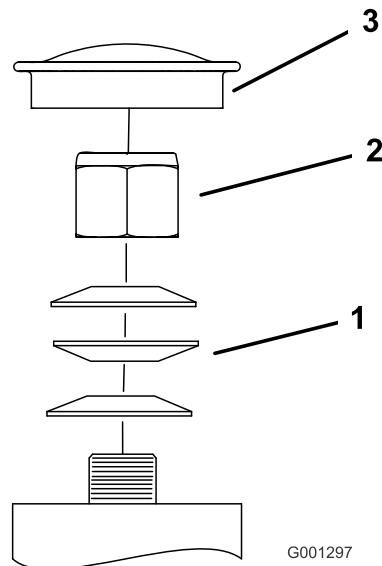

Figura 65
3. Retire el tapón guardapolvo de la rueda giratoria y apriete la contratuerca (Figura 65).
4. Apriete la contratuerca hasta que las arandelas de muelle estén planas, luego afloje 1/4 de vuelta para establecer la pre-carga correcta de los cojinetes ().Figura 65
Importante: Asegúrese de que las arandelas de muelle están correctamente instaladas, según se muestra en Figura 65.
5. Coloque el tapón guardapolvo (Figura 65).